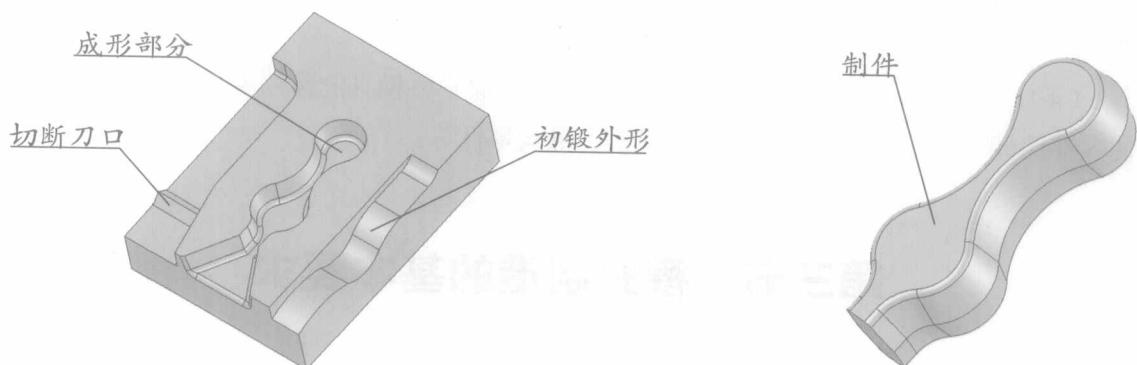

图 1-13 锻模下模的结构形式
3) 锻模 若模具成形过程为：将金属坯料加热到一定温度，然后放到固定在锻锤上的锻模内施加压力，将坯料锻成一定形状的锻件。则这一过程使用的模具称为锻模。图 1-13 所示为锻模下模示意图。